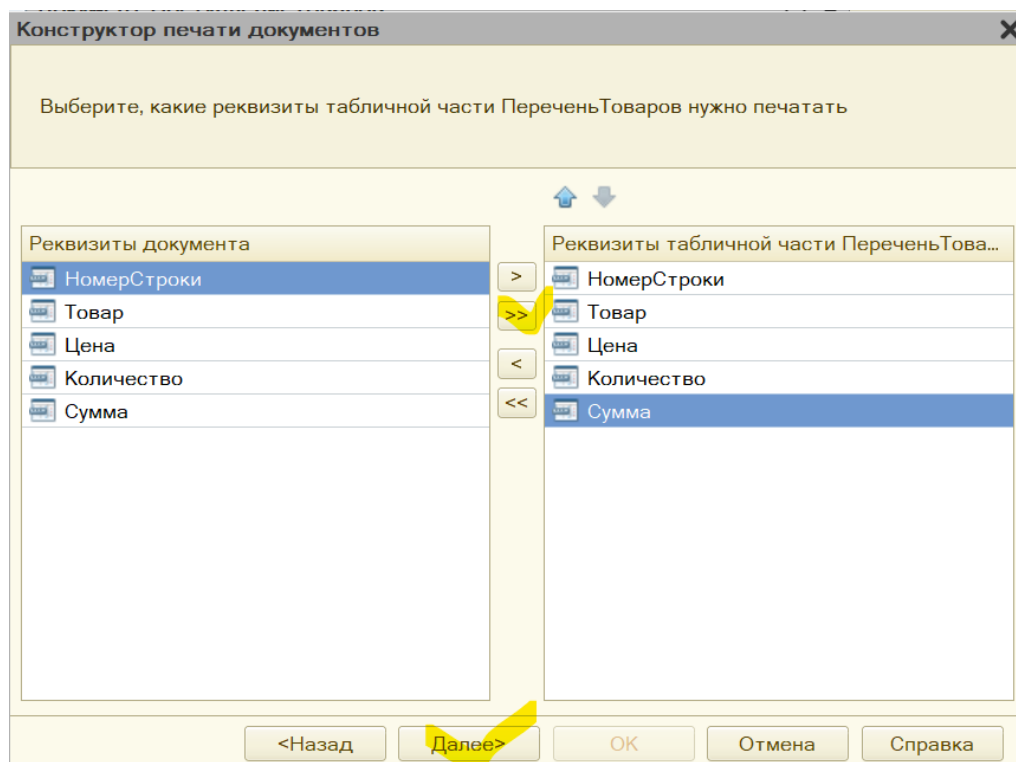

Рис. 5.20. Выбор реквизитов табличной части в окне конструктора печати
4. После этого в новом окне следует задать содержание табличной части печатной формы (рис. 5.20).